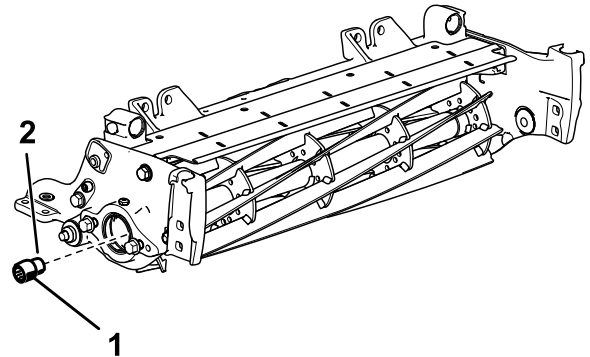

Bild 3
5. Entfernen Sie mit dem Werkzeug für die Spindelantriebswelle (TOR4112 für 12,7-cm-Spindeln und TOR4074 für 17,8-cm-Spindeln) den vorhandenen Keileinsatz von beiden Enden der Spindelantriebswelle. Siehe *Bild 3*.